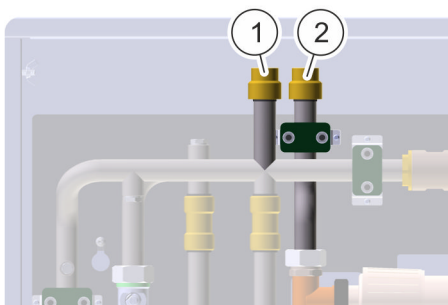

Abb. 52: Radiatoren anschließen
1. ➔ Vorlauf an das Gewinde (Abb. 52/2) anschließen und von Hand festdrehen.
2. ➔ Rücklauf an das Gewinde (Abb. 52/1) anschließen und von Hand festdrehen.